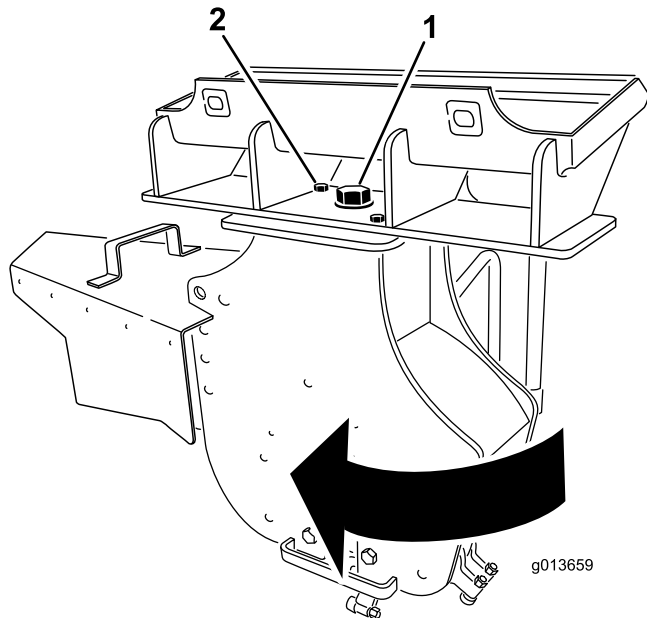

Figure 13
3. Desserrez le gros boulon au sommet de la rogneuse (Figure 13).
4. Retirez le boulon et l'écrou avant qui fixent la rogneuse (Figure 13).
5. Faites pivoter la rogneuse de 30 degrés dans le sens horaire (Figure 13).
6. Serrez le gros boulon au sommet de la rogneuse à 406 N·m, comme montré à la Figure 13.
7. Placez le boulon et l'écrou dans le trou avant et serrez-les à 101 N·m, comme montré à la Figure 13.
13. Desserrez le gros boulon au sommet de la rogneuse (Figure 13).
14. Retirez le boulon et l'écrou avant qui fixent la rogneuse (Figure 13).
15. Faites pivoter la rogneuse de 30 degrés dans le sens antihoraire (Figure 13).
16. Serrez le gros boulon au sommet de la rogneuse à 406 N·m, comme montré à la Figure 13.
17. Placez le boulon et l'écrou dans le trou avant et serrez-les à 101 N·m, comme montré à la Figure 13.